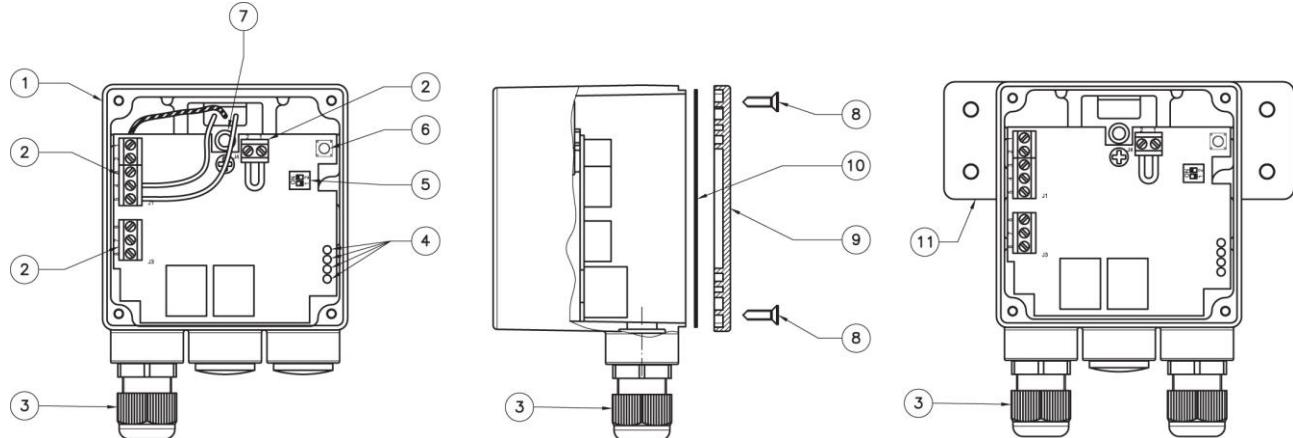

Рис.1
Сенсор (рис. 1) состоит из: пластмассовый корпус (1); контакты (2); кабельные вводы (3); индикатор (4); двухрядный переключатель (5); сброс / кнопка „Тест” (6); винты крепления катушки (7); винты крепления крышки корпуса (8); крышка корпуса (9); резиновое уплотнение (10); кронштейн крепления сенсора (11).